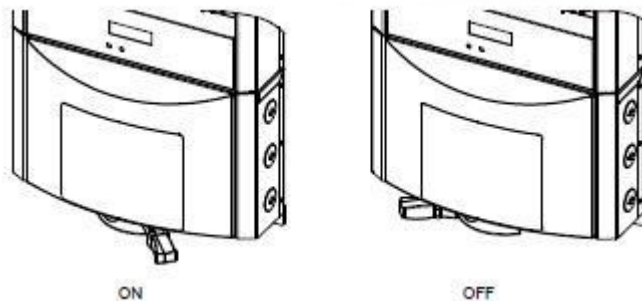

Figura 4-1: Posições do interruptor CC/CA
1. Assegurar-se de que o interruptor CC/CA esteja na posição *OFF* (veja a figura 4-1);
5. Ligar o Inversor atuando sobre o interruptor CC/AC (veja a figura 4-1).
2. Ligue o interruptor CC/CA (veja a figura 4-1);